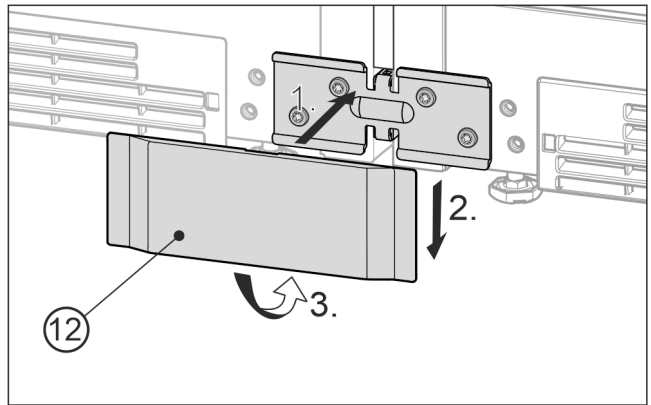

Fig. 26 例图
- ▶ 将下方的盖板 Fig. 26 (12) 从前面放置到角上 Fig. 26 (1)，向下推入 Fig. 26 (2) 并向下卡紧 Fig. 26 (3)。